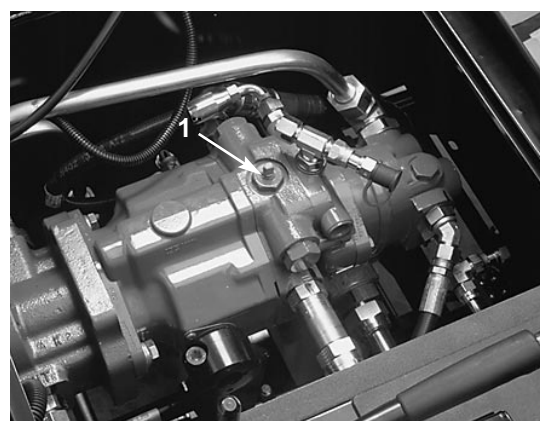

Fig. 18
4. Girare la valvola di bypass a 90° (Fig. 18). Aprendo la valvola si apre un passaggio all'interno della pompa di trazione, per bypassare l'olio idraulico. Poiché l'olio idraulico viene bypassato, è possibile spostare il trattorino senza arrecare danni all'impianto idraulico.